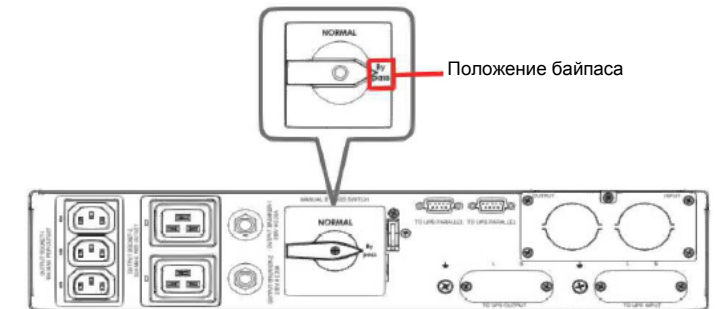

Рисунок 13
- 3 После подтверждения запуска ИБП в режиме байпаса переведите ручной переключатель байпаса в положение байпаса (см. **Рисунок 13**). Теперь подключенные нагрузки получают питание от общего источника.